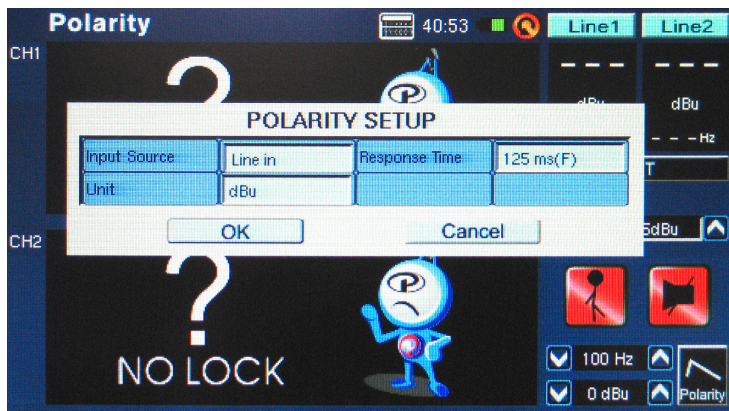

图 56
2. 进入SET菜单(图56)并选择MIC做为输入声源。退出设置菜单。